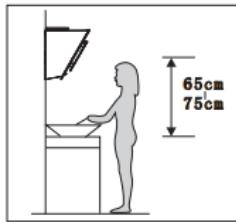

Рисунок 1
2. Вытяжка должна быть установлена на расстоянии 65-75 см над рабочей поверхностью для достижения наилучшего эффекта. См. рисунок 1.